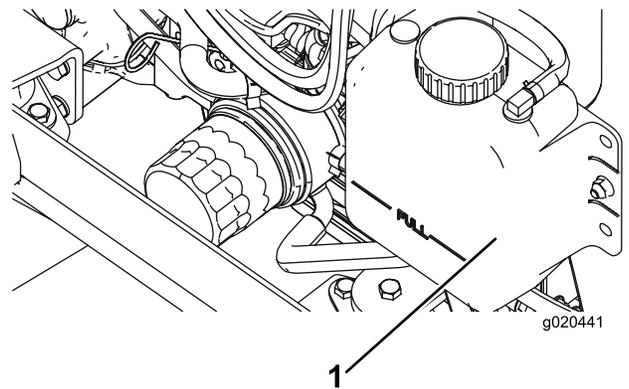

Bild 73
1. Nehmen Sie den Kühlerdeckel und den Deckel des Ausdehnungsgefäßes vorsichtig ab (Bild 73).